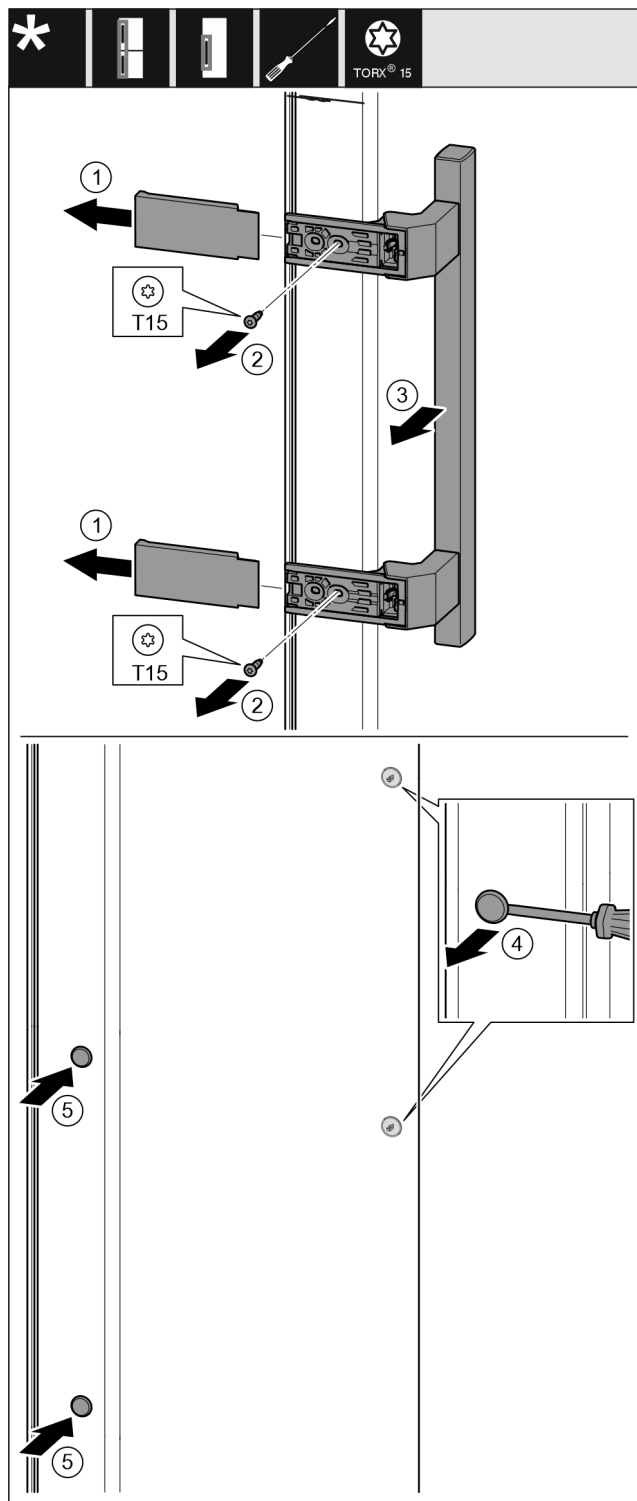

Fig. 18
- ▶ Снимите крышку. Fig. 18 (1)
- ▶ Выкрутите винты отверткой Torx 15. Fig. 18 (2)
- ▶ Снимите ручку. Fig. 18 (3)
- ▶ Осторожно поднимите шлицевой отверткой боковые заглушки и извлеките их. Fig. 18 (4)
- ▶ Снова вставьте заглушки с другой стороны. Fig. 18 (5)